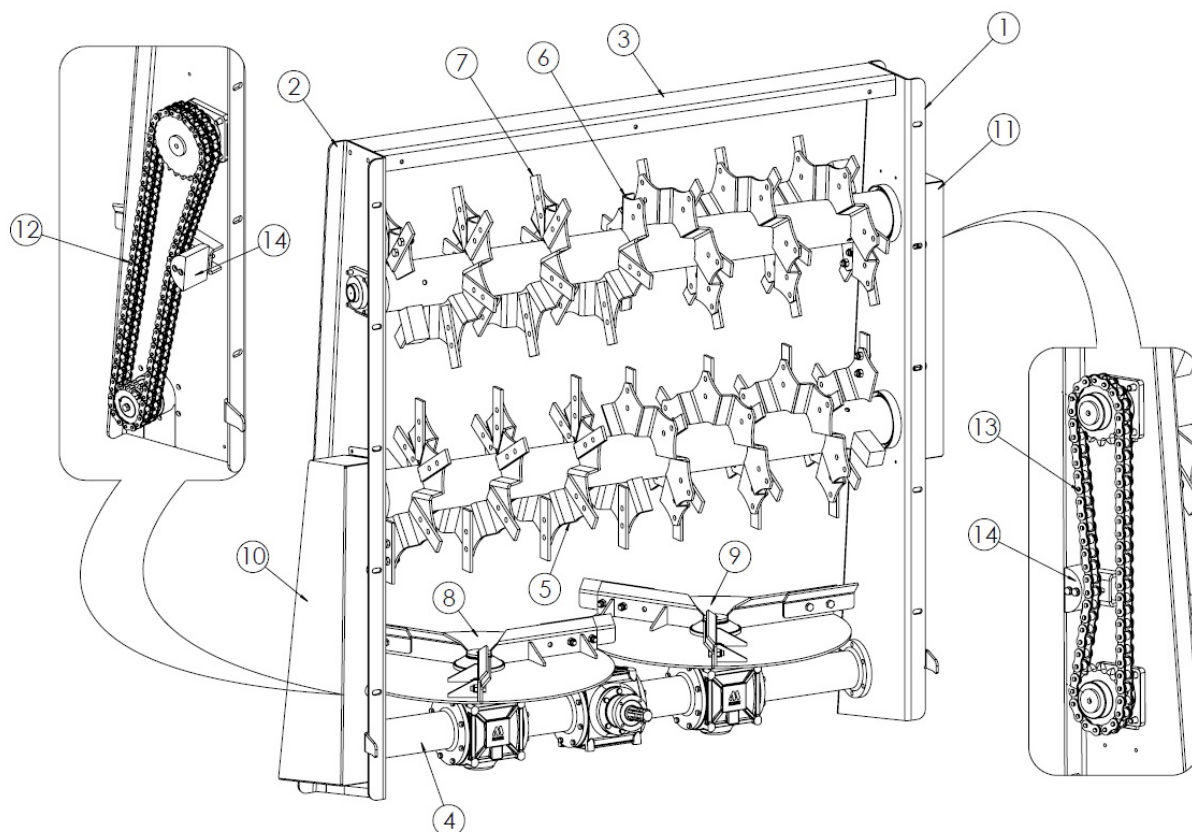

Рисунок 8-й 2-роторный дисковый горизонтальный адаптер
Дисковый горизонтальный адаптер 2-роторный (рис. 8) состоит из левой боковой балки (1), правой балки (2) и верхней балки (3), образующих раму адаптера. В нижней части находится редуктор (4), на который устанавливаются разбрасывающие диски (5), (6). Основными рабочими инструментами являются сменные ножи (7), привинченные к горизонтальным роторам (8), (9). Роторы, вращаясь, измельчают подаваемый материал, который проходит через крышку адаптера на разбрасывающие диски. Вращающиеся диски выбрасывают измельченный материал назад и в стороны. Переключение привода от редуктора (4) на горизонтальные роторы (5), (6) осуществляется цепными передачами, расположенными под крышками (10), (11). Привод от редуктора к ротору нижней цепи 16В2 (12). Привод от нижнего ротора к верхнему ротору передается через цепь 20В1 (13). Натяжение цепей осуществляется при помощи натяжителей (14).